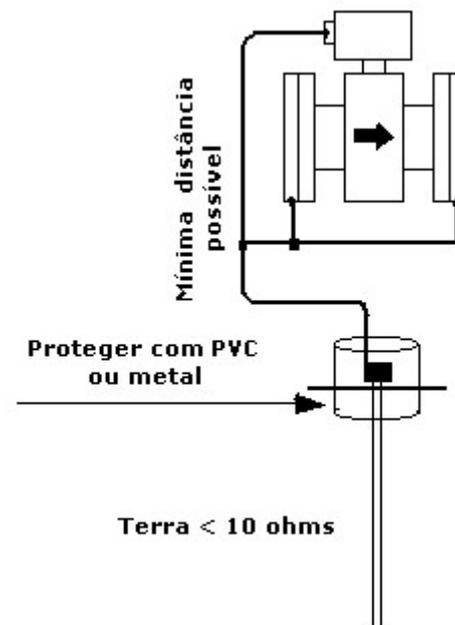

Figura 16
- No conversor, aterre o terminal terra do bloco terminal ou o terminal terra da caixa (invólucro). O terminal terra e o terminal terra da caixa são mutuamente conectados na unidade (**Figura 16**)